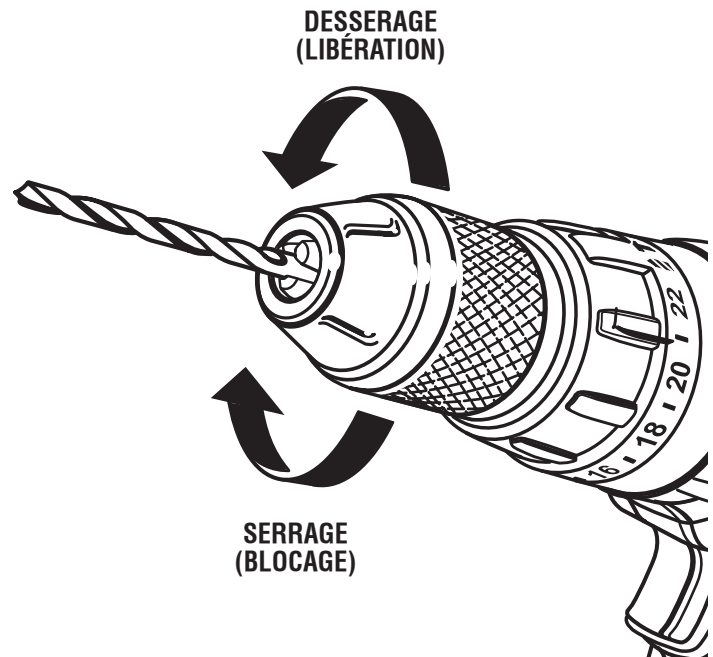

Fig. 9
Voir les figures 9 et 10.
- Insérer le foret ou l'embout tout droit et à fond dans le mandrin, comme le montre la figure 9. Le foret doit être inséré au-delà de la première série d'inserts au carbure, à une profondeur de 22 mm (7/8 po).
Voir la figure 9.